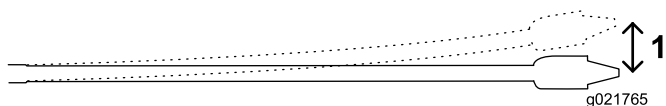

Figura 25
As hastes de 3 m utilizadas nesta máquina podem ser flexionadas até uma curvatura de 8% ao longo do comprimento da haste, o que equivale a um desvio máximo de 20 cm em relação à trajetória reta (Figura 25).
- Os primeiros 3 m (10 pés) da cabeça de perfuração/hasteamento são introduzidos no solo sem aplicar direcionamento. A extremidade da cabeça de perfuração estará a uma profundidade de 76 cm (Figura 25).